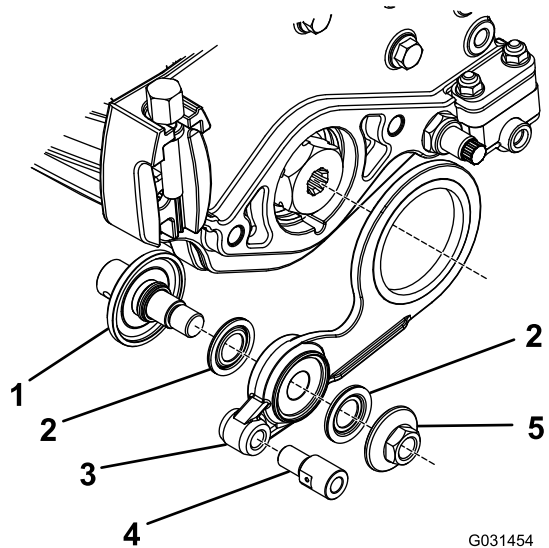

图16
1. 如图16所示将散装零件装到总轮总成上。
注意 如果要将总轮总成安装到图16中的对面请按相反顺序安装零件 1 至 5。